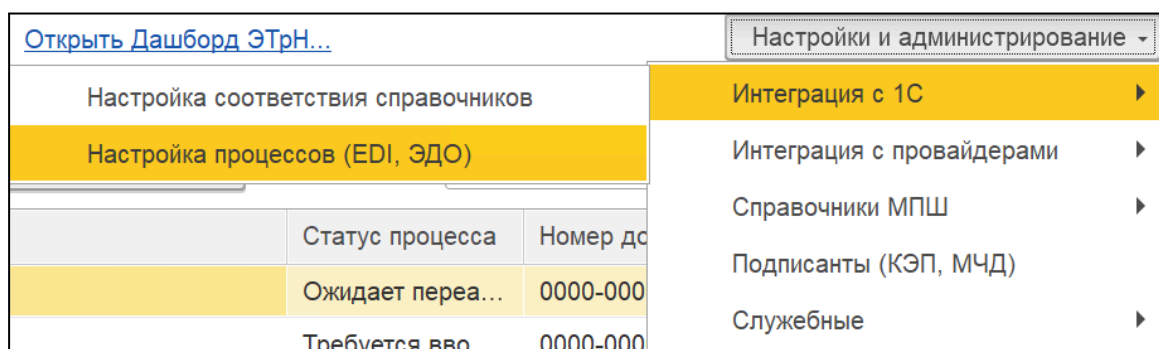
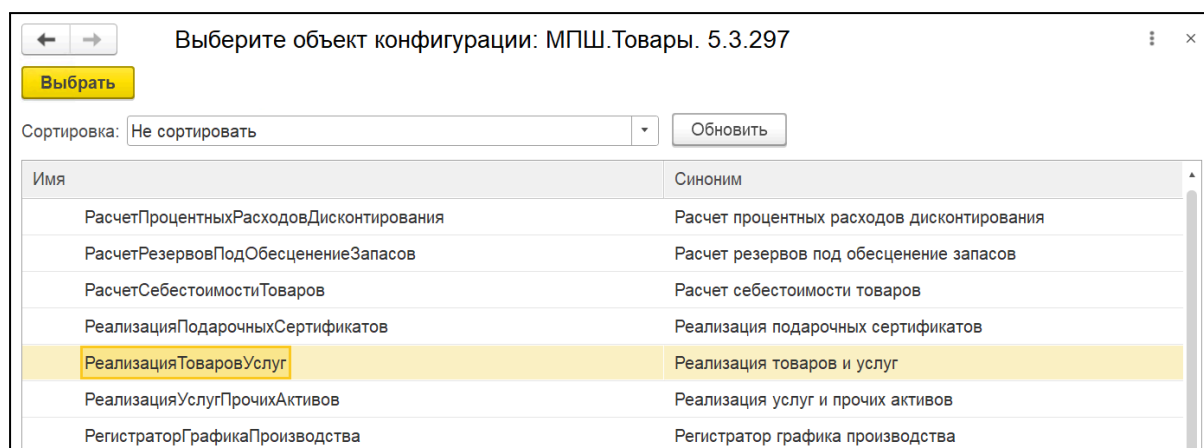

Рис. 30. Пункт меню «Настройка процессов (EDI,ЭДО)»
Рис. 34. Выбор документа-основания для исходящей ЭТрН
1. В меню «Настройки и администрирование» выберите «Интеграция с 1С» → «Настройка процессов (EDI, ЭДО)» (рис. 30).
Для его выбора в строке «Тип документа» (рис. 30) нажмите на ссылку «Настроить», выделите документ, например, «РеализацияТоваровУслуг» и нажмите «Выбрать» (рис. 34).